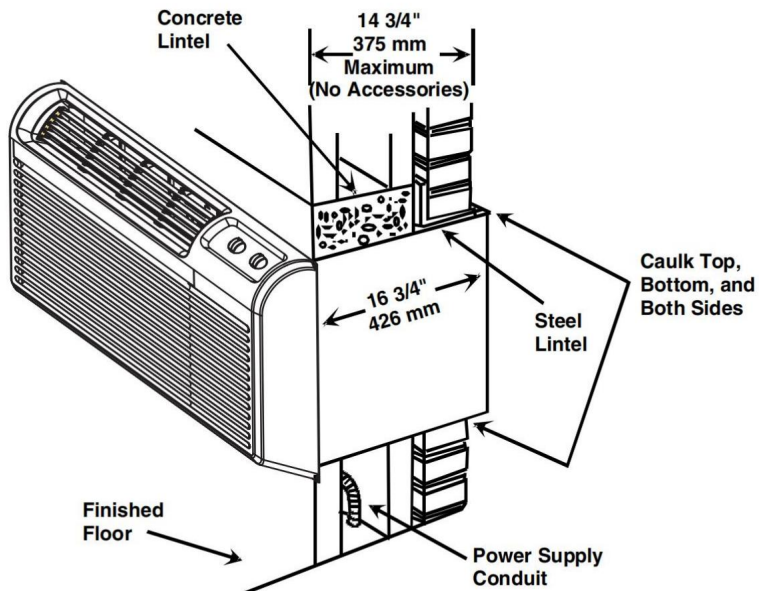

Abbildung 6
8. Nach der Installation fügen Sie Dichtungsmaterial und Isoliermaterial zu den Rissen rund um die Hülse hinzu. Dies können Sie mit einem flachen Schraubendreher oder einem Spachtel tun. Ein Konstruktionsbeispiel finden Sie in Abbildung 6.